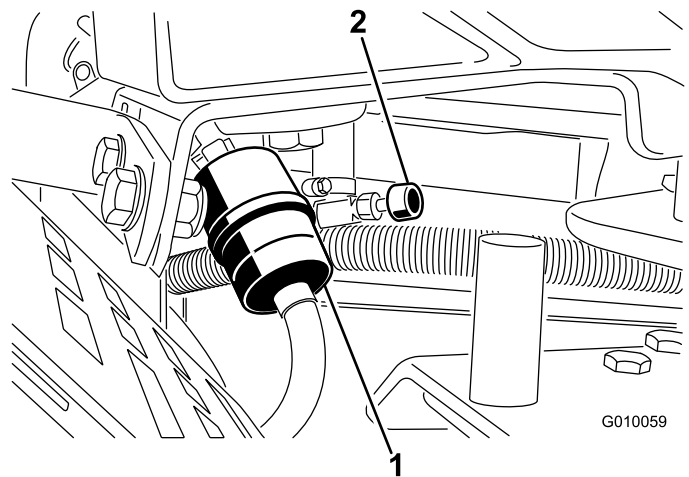

Figura 49
2. Închideți ventilul de închidere combustibil (Figura 49).
3. Strângeți capetele clemelor de furtun împreună și glisați-le în afara filtrului (Figura 49).
5. Montați un filtru nou și deplasați clemele de furtun aproape de filtru (Figura 49).
7. Deschideți ventilul de închidere combustibil (Figura 49).
3. Slăbii clema furtunului de la filtrul de combustibil și glisai-o în sus pe conducta de combustibil, departe de filtrul de combustibil (Figura 49).
4. Trageți conducta de combustibil de pe filtrul de combustibil (Figura 49). Deschideți ventilul de închidere combustibil și lăsați combustibilul să se scurgă din rezervor într-o canistră de combustibil sau o tavă de golire.
5. Montați conducta de combustibil la filtrul de combustibil. Glisați clema pentru furtun până aproape de filtrul de combustibil pentru a fixa conducta de combustibil (Figura 49).